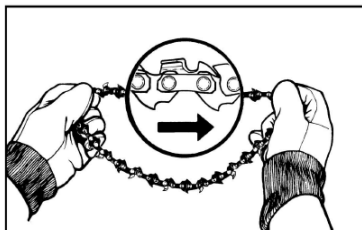

Fig. 3B
3. Führen Sie die Sägekette über das Antriebsrad, wobei die Schneiden der Kette in Drehrichtung zeigen (Bild 3B).